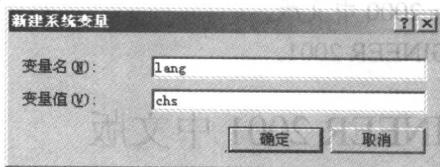

图 1-3 【新建系统变量】对话框
- 在【系统变量】栏中，单击【新建(1)...】按钮，弹出【新建系统变量】对话框，如图 1-3 所示。将【变量名】设为“lang”，【变量值】设为“chs”，单击【确定】按钮完成设置。